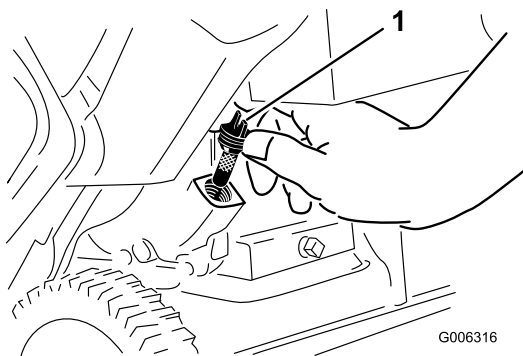

Figure 8
2. Nettoyez la surface autour du bouchon de remplissage d'huile (Figure 8).